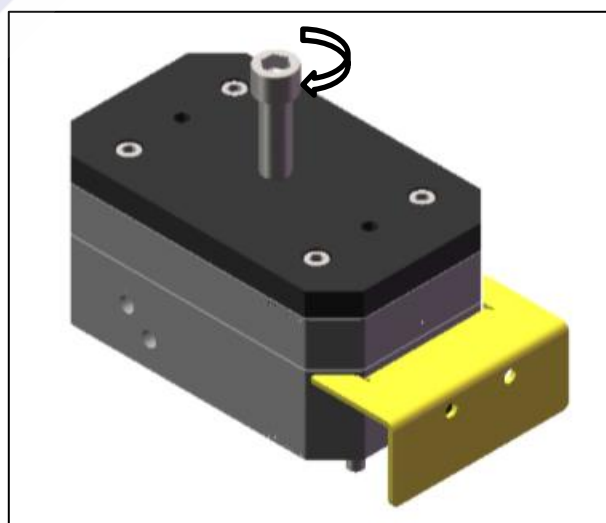

图 5-7. 拧紧紧急脱开螺栓
2. 解锁装置固定后，使用扳手将解锁螺栓拧紧，如图 5-7.